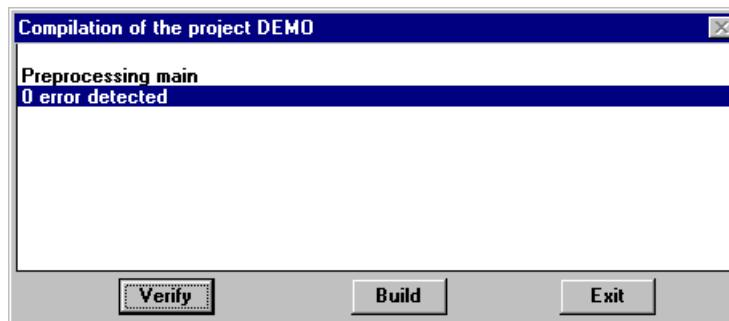

Figura 2-12: Ventana de compilación. Texto después de la verificación: "Verify"
- ⇒ Haga clic en el botón "Verify", espere el mensaje "0 error detected" (Figura 2-12) y, a continuación, haga clic en el botón "Build".